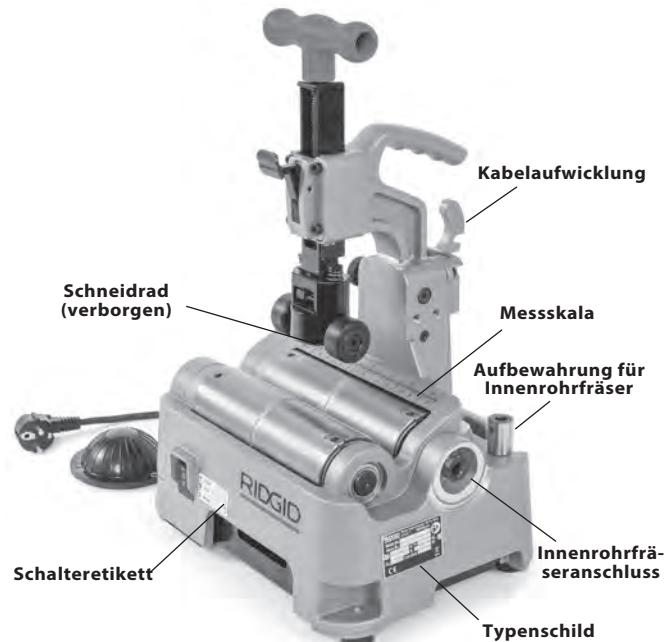

Abbildung 1 – RIDGID® Elektro-Rohrabschneider PC116/PTC-400
- Vorhandensein und Lesbarkeit der Warndeskription (siehe Abbildung 1).